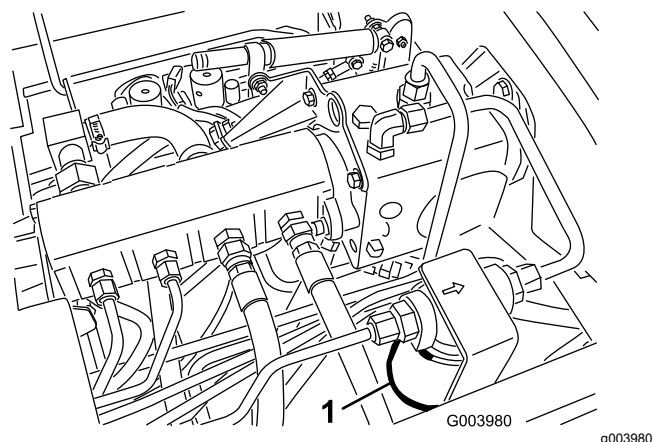
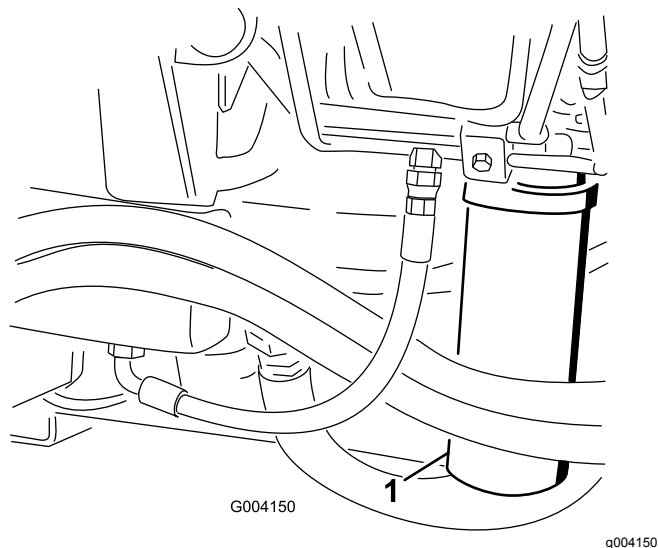

Figura 72
Figura 73
- Limpe a área à volta da área de montagem do filtro e coloque um recipiente de drenagem por baixo do filtro (Figura 72) e (Figura 73).